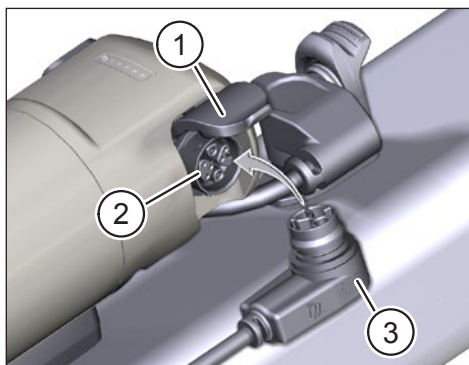

Abb. 3: Range Extender laden
- Öffnen Sie die Abdeckung (Pos. 1 in Abb. 3) am Ladeport des Range Extenders.
- Prüfen Sie, ob die Kontakte im Ladeport (Pos. 2 in Abb. 3) frei von Schmutz sind und reinigen Sie diese bei Bedarf.
- Stecken Sie den Ladestecker (Pos. 3 in Abb. 3) des Chargers in den Ladeport des Range Extenders.